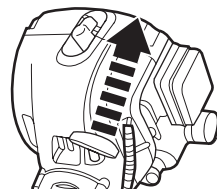

Fig. 12
- > Tirez cette poignée [2] pour démarrer le moteur (Fig. 12).